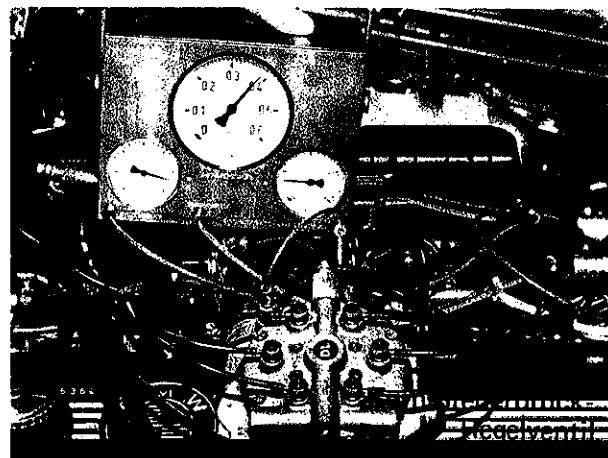

Bild 14
- Prüfgerät gemäß Bild 14 anschließen. Dazu weiße Leitung am Adapter (4) anschließen. Adapter in Druckleitung zwischen Steuerdruckregelventil und Regelanlage schalten.